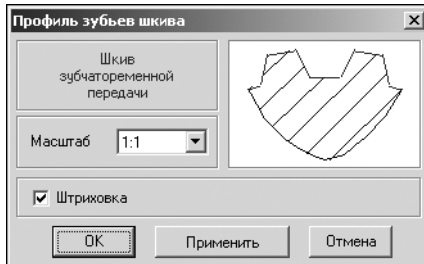

Рис. 4.65.
3. В раскрывшемся списке выберите команду **Профиль зубьев**. Откроется окно **Профиль зубьев шкива** (рис. 4.65).